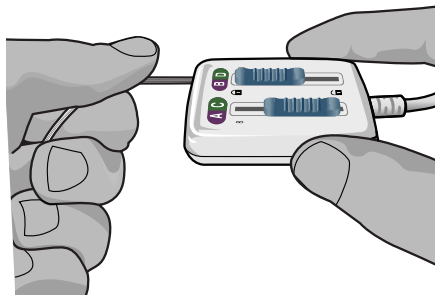

Figure 6 : Fixation de la sonde DBS dans le connecteur du câble de salle d'opération 2x8
- Poussez l'extrémité de la sonde DBS dans le port jusqu'à son arrêt. Tenez la sonde DBS en position tout en glissant le levier de verrouillage en position verrouillée (🔒) (Figure 6).